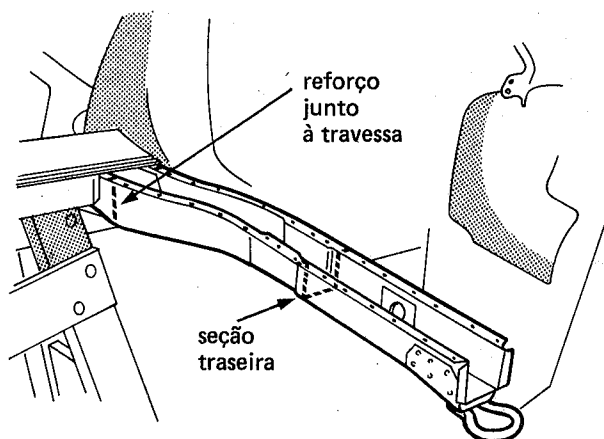

fig. 179
1. Marcar a linha de corte da longarina (fig. 179)